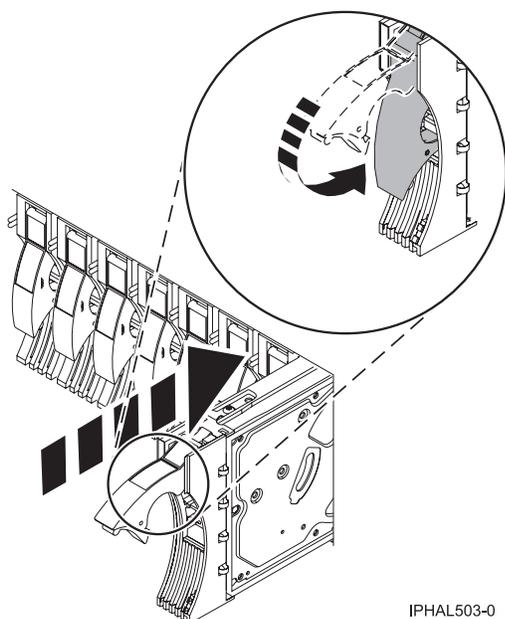

Figure 29. Installation d'une unité de disque sur un modèle or 11D/20
- Faites glisser complètement l'unité de disque dans l'unité centrale ou l'unité d'extension, puis bloquez l'unité dans son emplacement en poussant la poignée (voir figure 29).